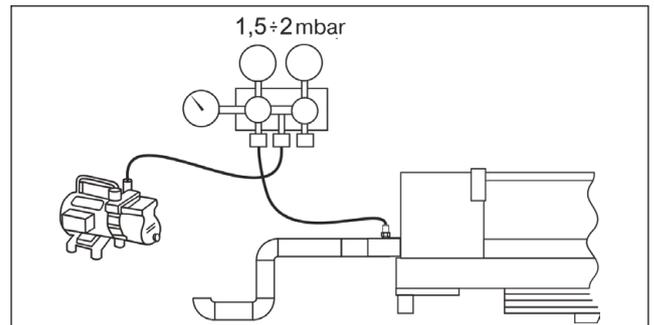

Abb. 13.2
2. Evakuieren Sie den Wärmetauscher gemäß EN 378-2 und allen anderen in Ihrem Land geltenden Sicherheitsvorschriften. Evakuieren Sie den Wärmetauscher und die Verbindungsleitungen, die bei der Montage mit Luft in Verbindung kamen, mit einer Vakuumpumpe (Abb. 13.2).